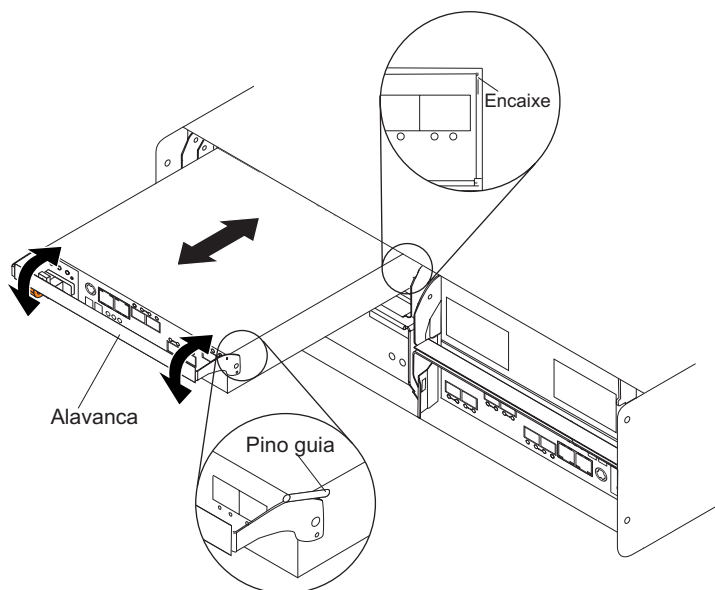

Figura 21. Removendo e Recolocando um Controlador
1. Deslize um controlador no slot vazio do subsistema de armazenamento. Certifique-se de que a alavanca esteja puxada enquanto você desliza o controlador para dentro, conforme mostrado na Figura 21 na página 46.